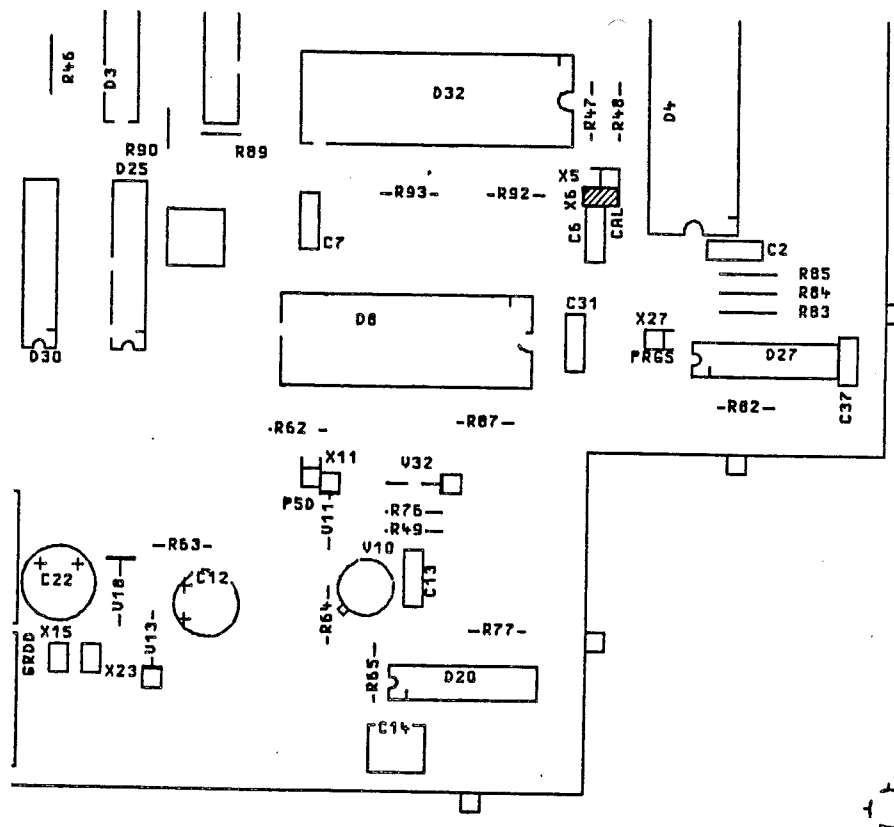

Bild 3-4 Lage des Kurzschlußsteckers im Cal-Mode
3) bei Bedienung über Tastatur ist zuvor Brücke X6 (Rechnerplatte) zu überbrücken (s. Bild 3-4).